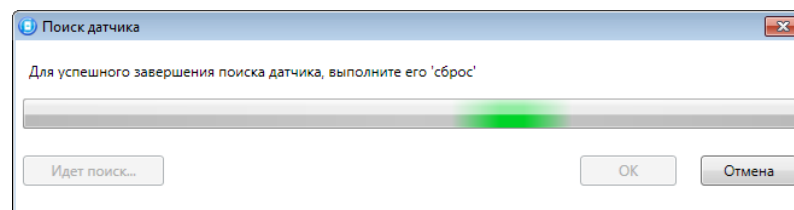

Рис. 4.2 – Поиск радиоустройства
- После нажатия кнопки ОК начнется поиск радиоустройства контроллером (см. рис. 4.2).